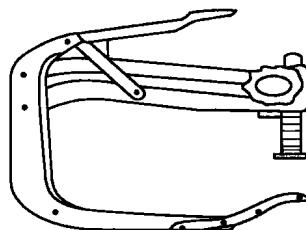

图 1-11 气门弹簧拆装架
(3) 使用注意事项 使用活塞环拆装钳拆装活塞环时，用力必须均匀，避免用力过猛而导致活塞环折断，避免伤手事故。
9. 气门弹簧拆装架 (见图 1-11)